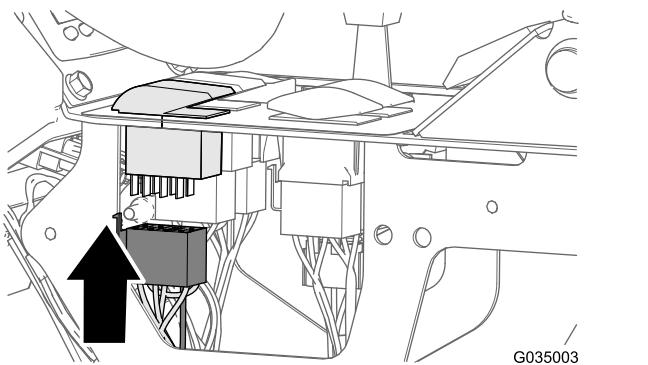

図 117
- 4. ワイヤハーネスの8ソケットコネクタに、ポンプスイッチの8ピンコネクタを接続する (図 117)。
- 5. 図 117 のように、後部用ワイヤハーネスの81 cm の枝線を、前部用ワイヤハーネスに固定する。